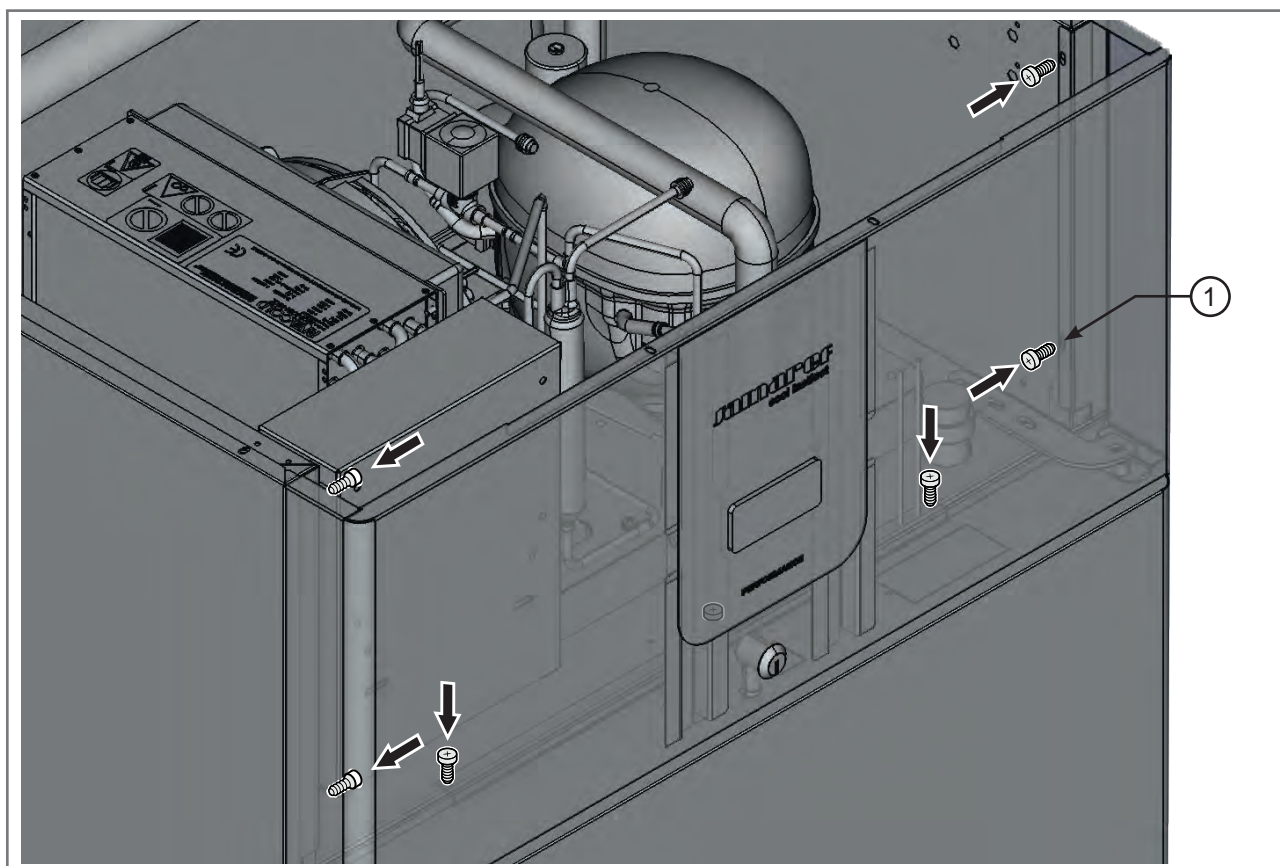

Fig 3.30 - Vis du panneau
- Serrer les 6 vis (1 - Fig. 3.30) sur le panneau.